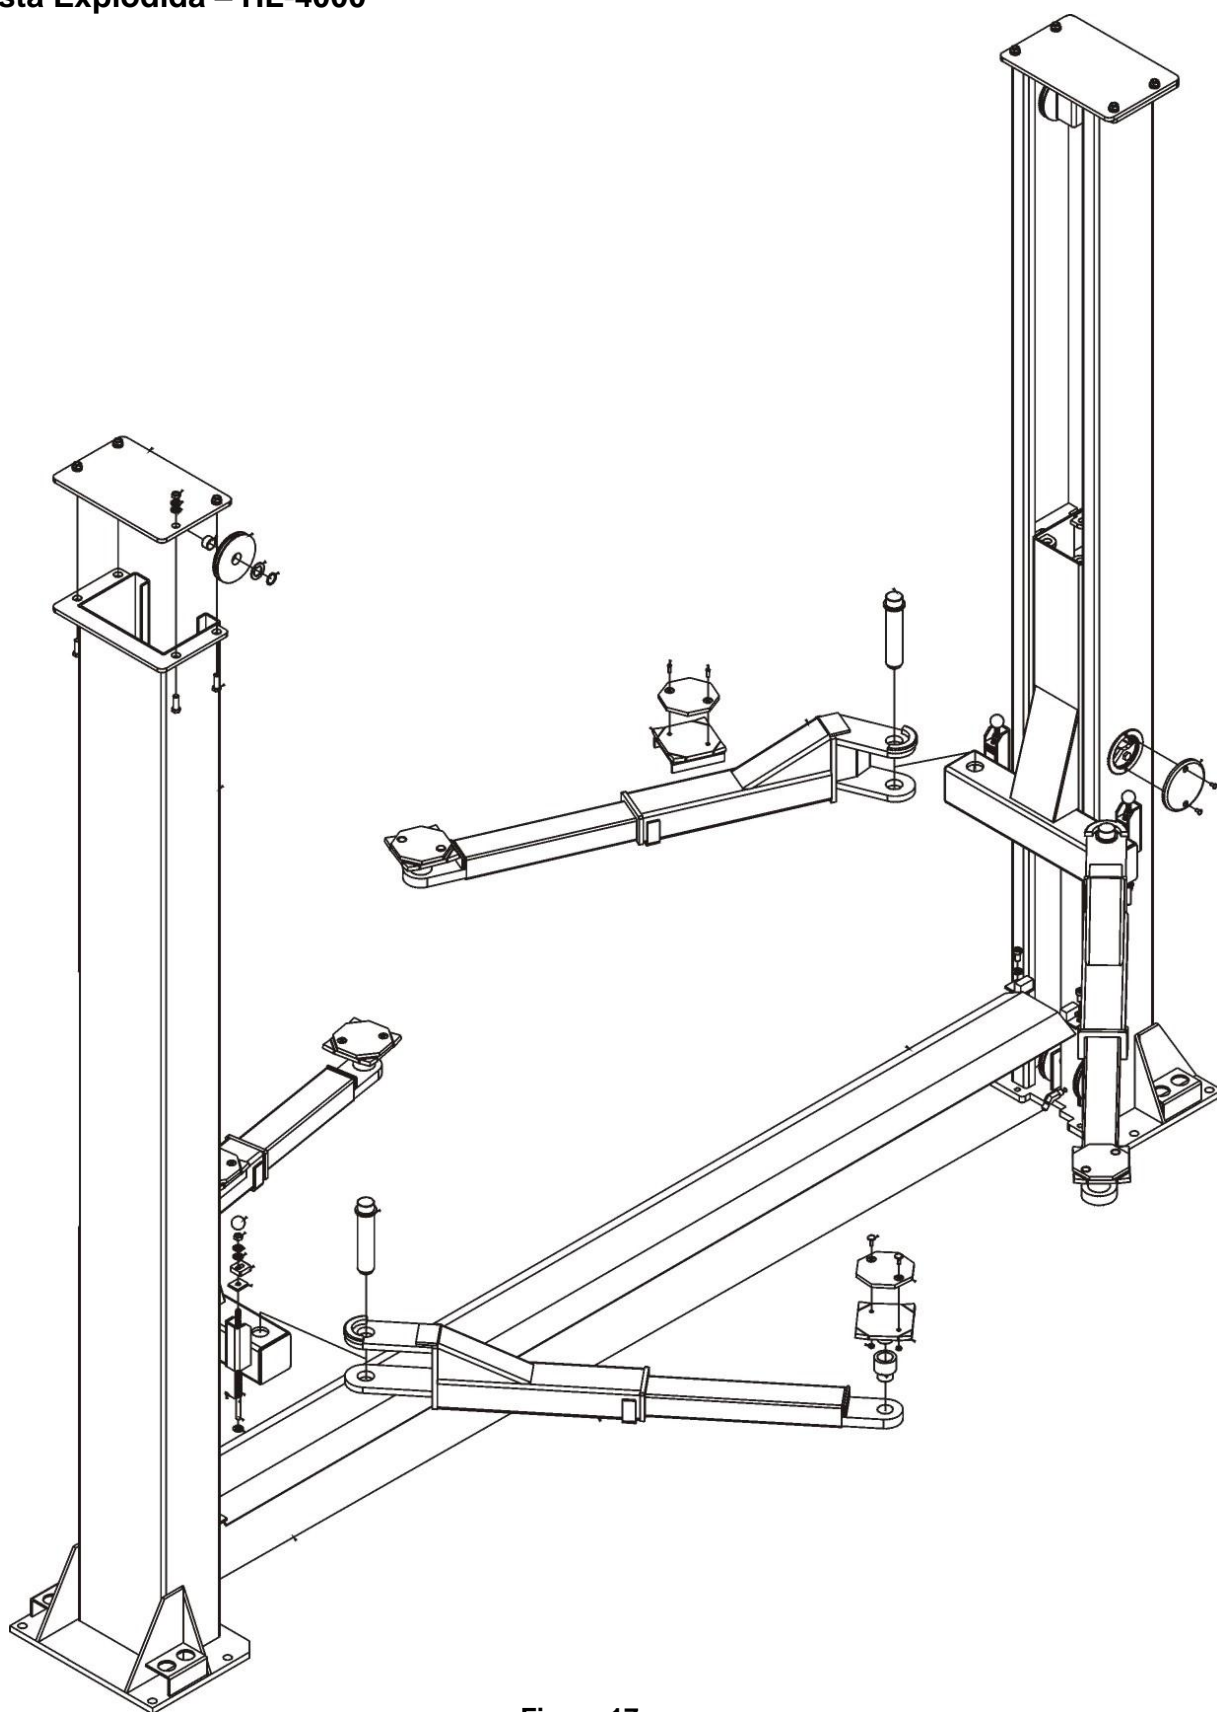

Figura 17
6. Se necessário, poderão ser utilizadas as duas sapatas especiais, montadas sobre os braços, conforme mostrado na Figura 17 da página 25.